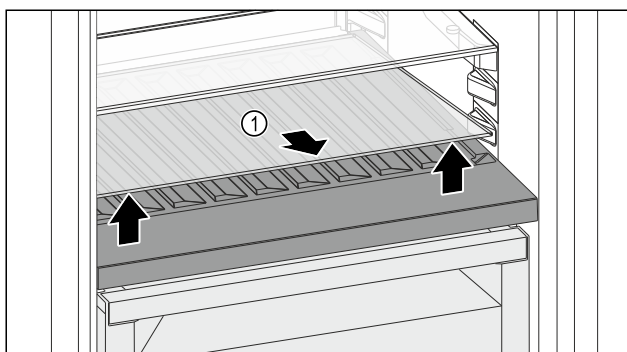

Fig. 224
- Ngrini lart përpara pllakën e xhamit Fig. 224 (1) te foleja dhe tërhiqeni jashtë.
- Ruani të sigurt pllakën e xhamit Fig. 224 (1) jashtë pajisjes.
- Vendoseni pllakën e xhamit (2) nën raftin mbajtës të ndryshueshëm të shisheve.